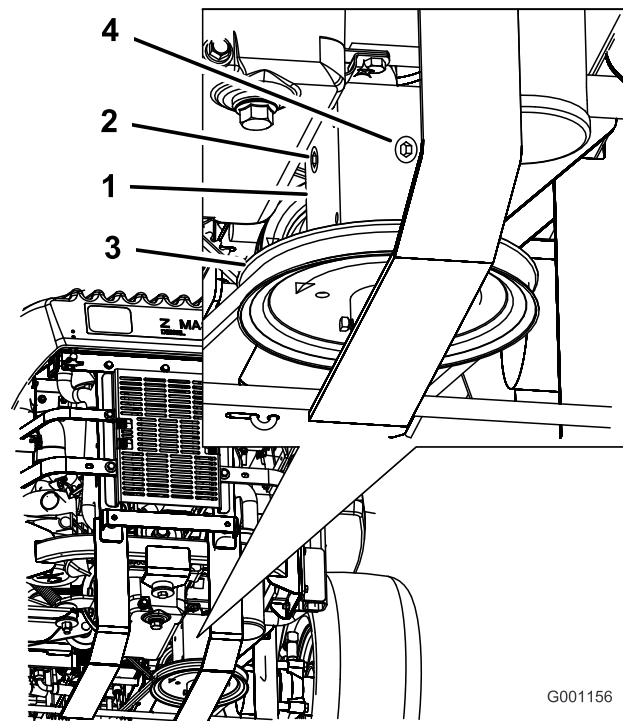

Figura 79
3. Retire o tampão lateral ou traseiro da caixa de velocidades (Figura 79).